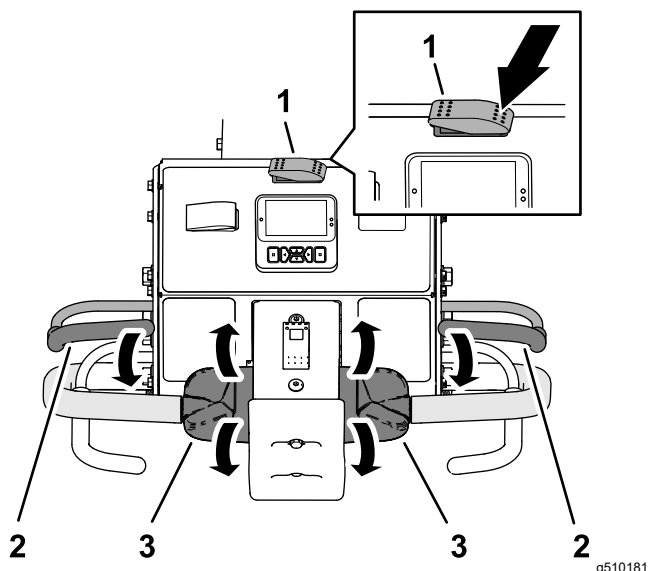

Figura 76
3. Apăsai partea stângă a comutatorului de transport/aerare în poziia TRANSPORT (Figura 76).
5. Prindeți bara de ghidare din stânga sau din dreapta și maneta pentru prezența operatorului (Figura 76) și strângeți maneta spre bara de ghidare.